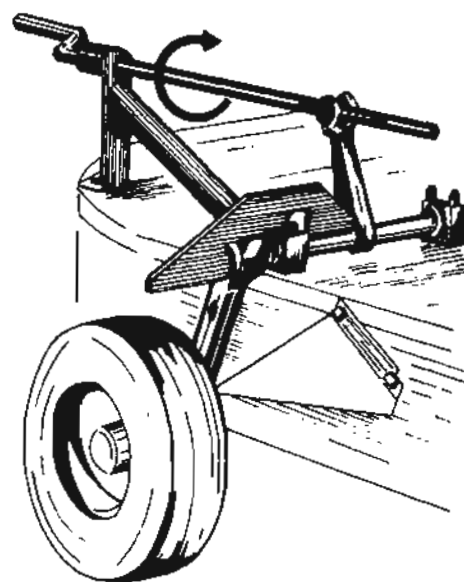

Fig. 2
- a Gradúe la altura de corte accionando el mecanismo de control (fig. 2).